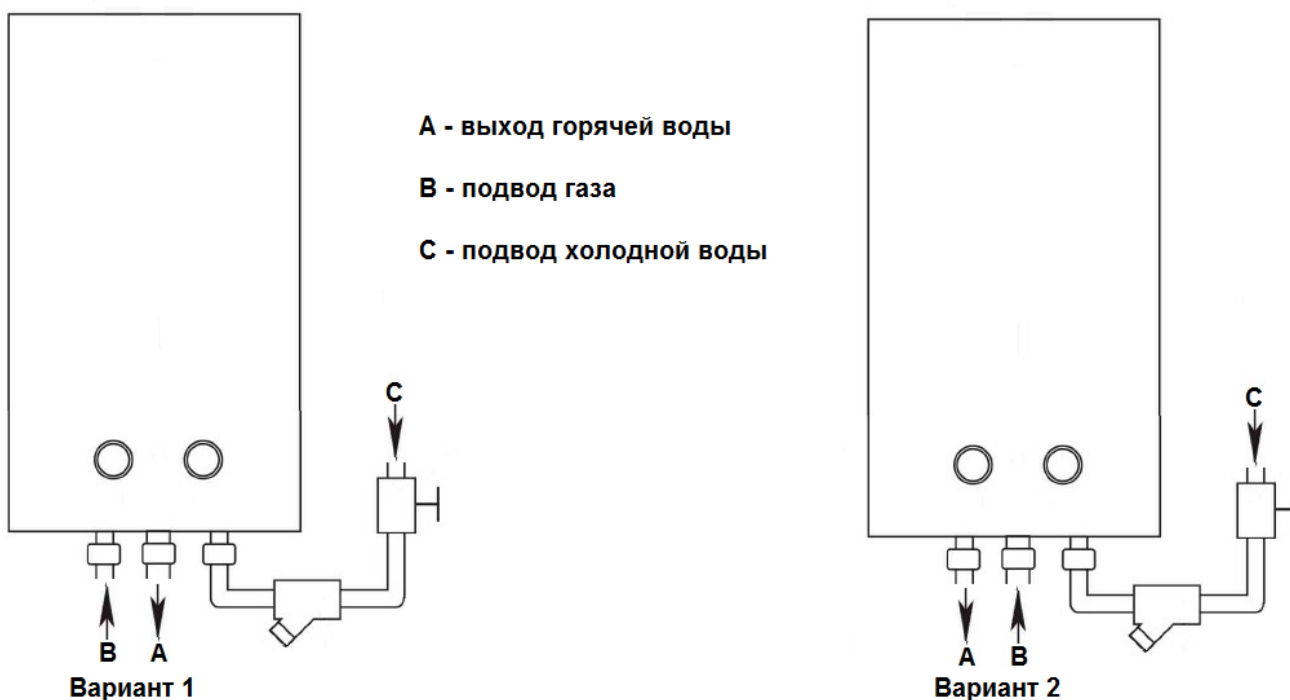

Рис. 12
- убедиться в вариантах расположения штуцеров входа холодной и выхода горячей воды, а также штуцера подачи газа, согласно надписей на нижней части корпуса водонагревателя (рис. 12);